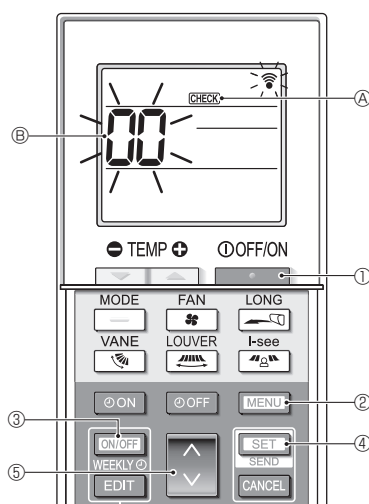

Fig. 7-6
7.3.2. Trådløs fjernkontroll (Fig. 7-6)
- Trykk på [PÅ/AV]-knappen ① for å stoppe klimaanlegget.
- Hvis uketidsuret er aktivert (WEEKLY lyser), trykker du på [ON/OFF WEEKLY] ③ for å deaktivere det (WEEKLY slukkes).
- Trykk på [MENU] ② i 5 sekunder.
- [CHECK] ⑤ tennes, og enheten går over i selvsjekkmodus.
- Trykk på [MODE] ⑥ for å velge kjølemiddeladresse (M-NET-adresse) ⑦ for innendørsenheten du vil foreta selvsjekk for.
- Trykk på [SET] ④.
- Trykk på [PÅ/AV]-knappen ①.
- [CHECK] ⑤ og kjølemiddeladresse (M-NET-adresse) ⑦ slukkes, og selvsjekken fullføres.